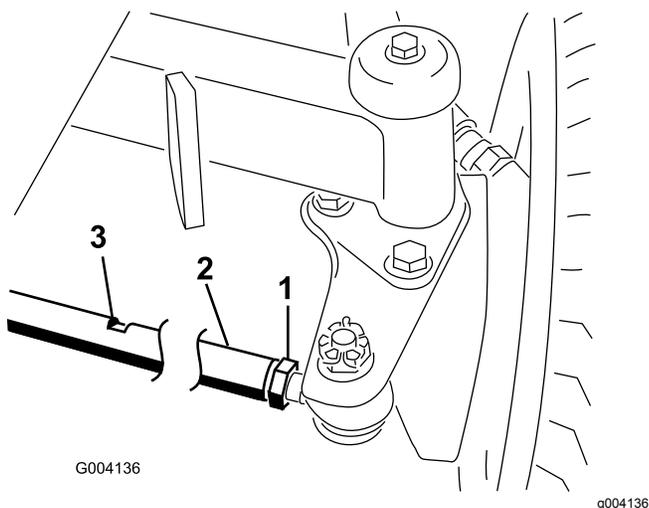

Рисунок 81
2. Ослабьте контргайку с каждой стороны тяги (Рисунок 81).